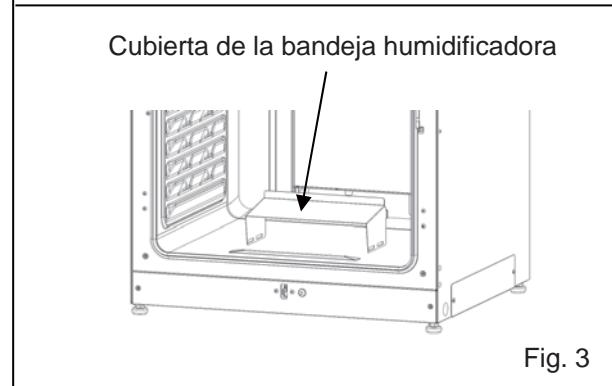

Fig. 3
4. Saque la cubierta de la bandeja humidificadora (Fig. 3).